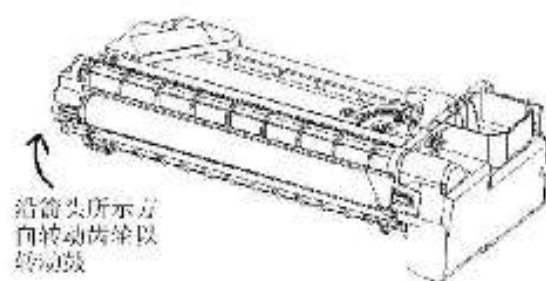

图1 鼓旋转
- 如果斑点问题继续，拆出鼓架(BP9,1)，清洁其外部，检查鼓表面有无斑点，鼓的旋转方向参照图1，用不起毛的毛巾和去膜剂或通用清洁剂清洁鼓表面(辅助工具和耗材见第6部分)，检查斑点问题是否被解决。